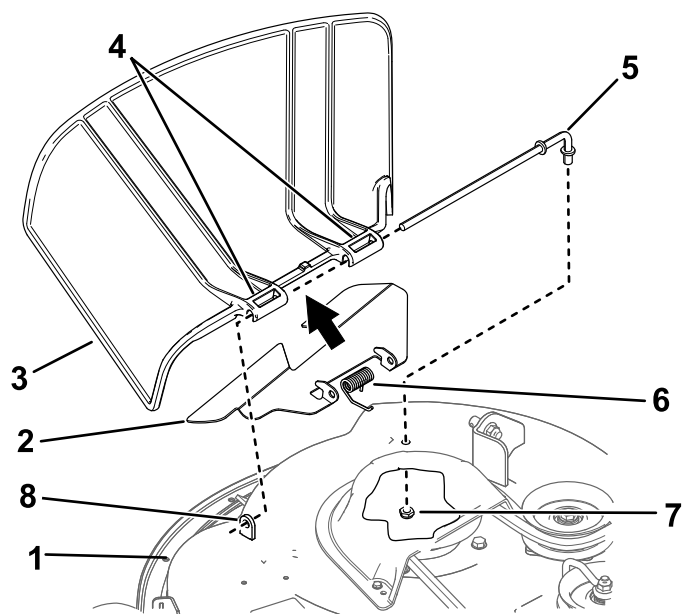

図 71
1. デッキの下側にあるロッド固定ナット $\frac{3}{8}$ "を取り外す 図 71。
7. バッフルと2つ目のブラケットに、ロッドを通す 図 71。
9. ロッド後部をデッキに差し込み、ナット $\frac{3}{8}$ "で 図 71のように固定する。
2. ロッドを、短い取り付け部、スプリング、バッフル、デフレクタから取り外す 図 71。
4. 新しいデフレクタやバッフルを取り付ける 図 71。